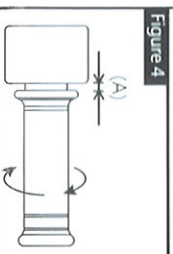

Figure 4
Pour la poignée chauffante droite, côté accélérateur (Figure 4), il est impératif de laisser 2 à 3 millimètres entre la poignée chauffante et le commodo (A) afin que celle-ci tourne librement.